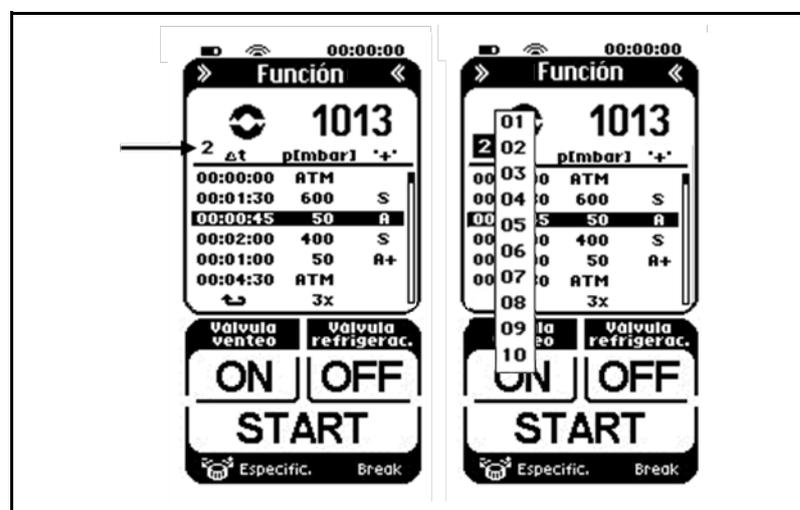

Figura 13: Menú para modo de función operativa
Selección de líneas (ver Figura 13):
- pulsar la tecla para la selección de las tablas de puntos de apoyo (flecha en Figura 13) y seleccionar la tabla de puntos de apoyo deseada.
i Pueden guardarse hasta 10 tablas de puntos de apoyo distintas y accederse de nuevo a ellas en caso necesario. El número en el display (flecha en la Figura 13) muestra la tabla de puntos de apoyo actualmente seleccionada.